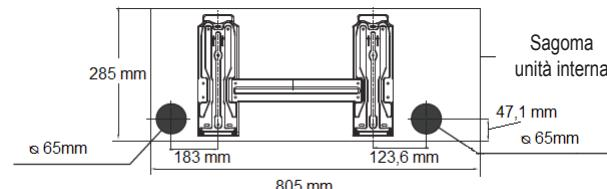

fig. 8 -
1. Staccare la placchetta pre-tranciata (A-“fig. 8 -”) in corrispondenza della direzione desiderata.